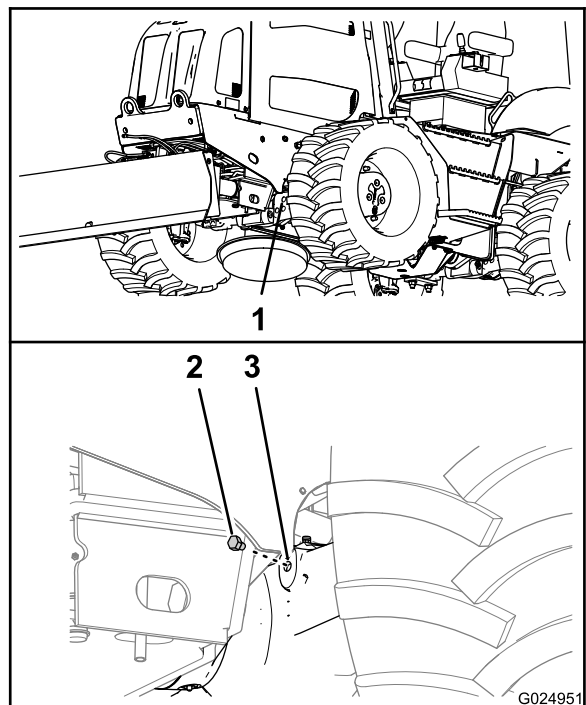
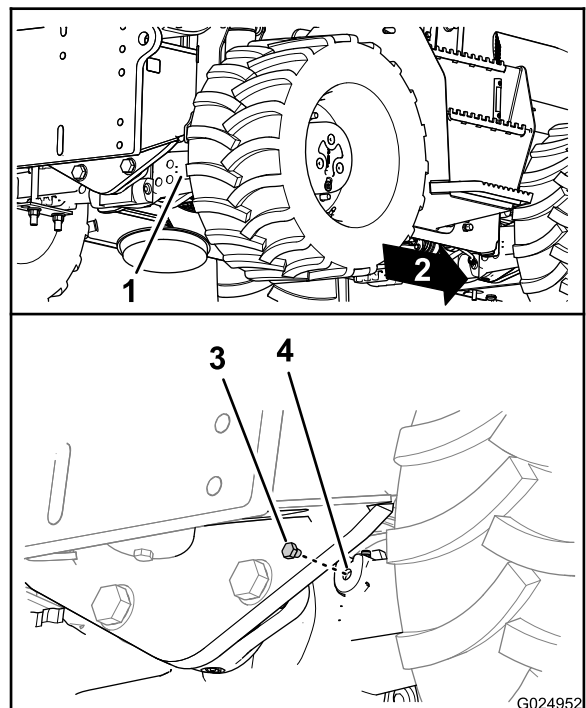

Bild 86
Bild 87
- Entfernen Sie die Schraube vom Schauglas im Ritzelgehäuse in der Achse (Bild 86 und Bild 87).
- Prüfen Sie den Ölstand in der Achse im Schauglas. Der Stand sollte an der Unterseite des Schraubengewindes liegen (Bild 86 und Bild 87).
- Setzen Sie die Schauglasschraube in die Schauglasöffnung im Ritzelgehäuse der Achse ein (Bild 86 und Bild 87).